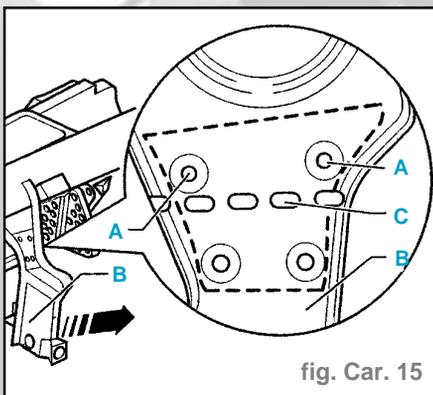

fig. Car. 15
- Percer le soutien de tableau de bord avec un foret de 7 mm aux endroits marqués par A (points de soudure) (fig. Car. 15).